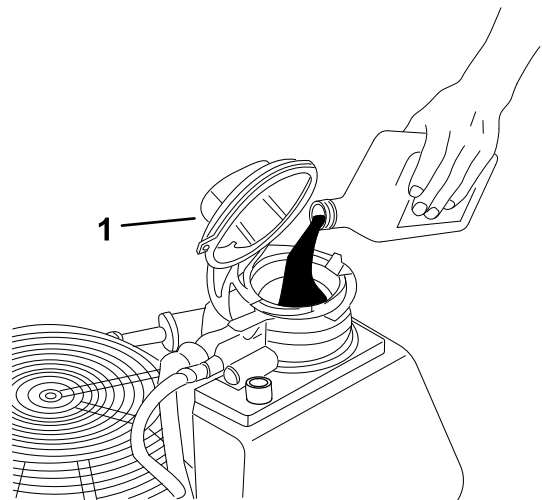

Figure 46
7. Si le niveau d'huile est trop bas, ouvrez le bouchon de remplissage d'huile (Figure 46).